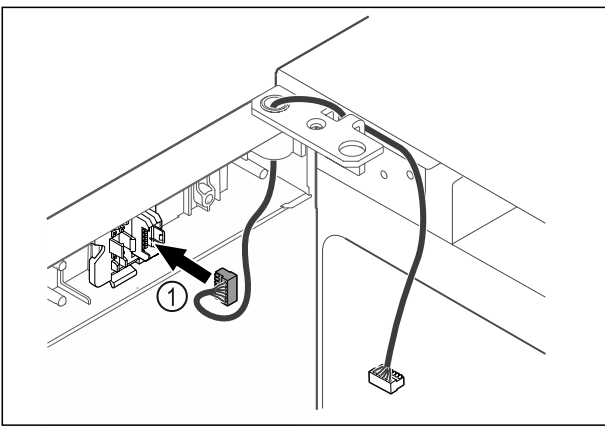

Fig. 37
- ▶ Τοποθετήστε το φικς Fig. 37 (1) στο στήριγμα του φικς -ή-